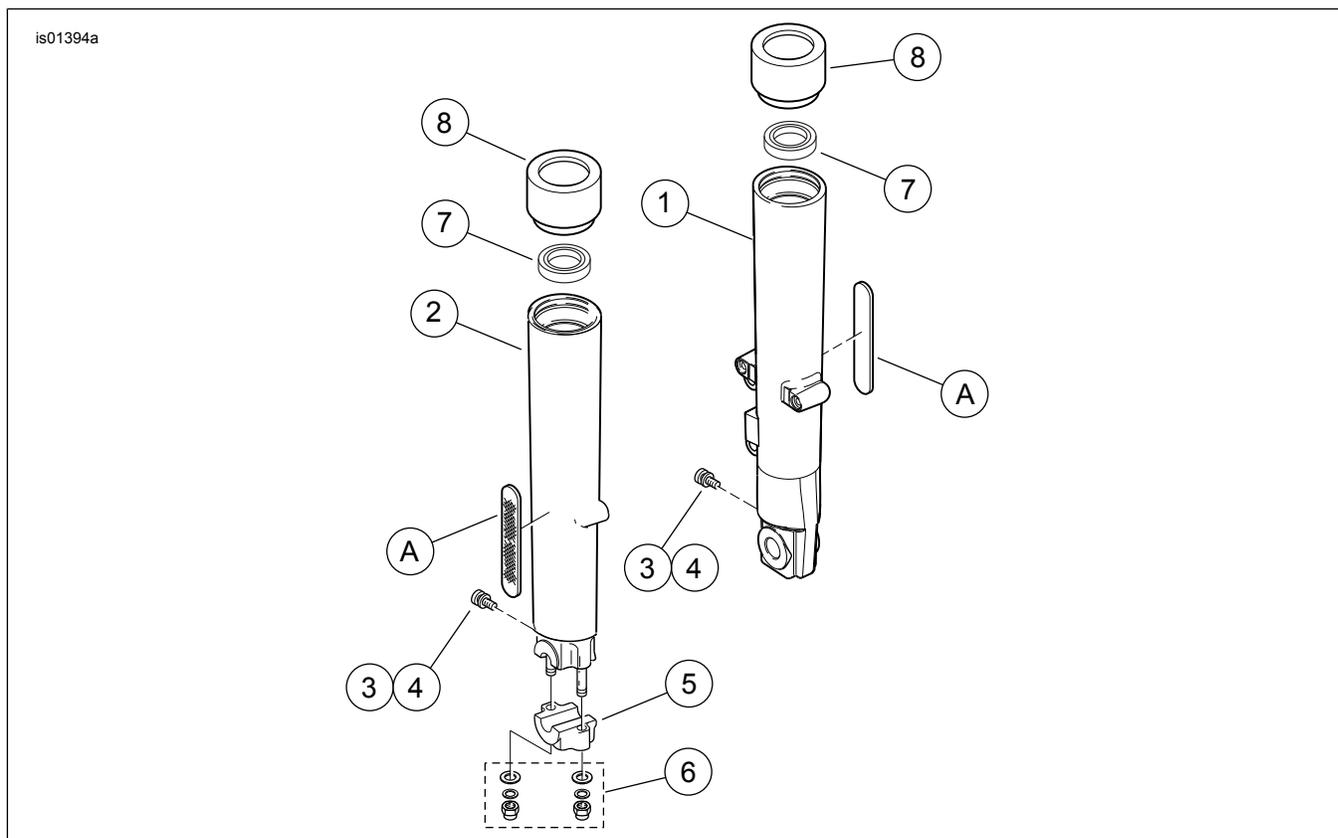

Figura 3. Parti di ricambio Foderi cromati della forcella
Vedere Figura 3 e Tabella 1.
3. Smontare le canne della forcella secondo le istruzioni del manuale di manutenzione e sostituire i foderi della forcella originali con i foderi cromati (vedere Figura 3, elemento 1 e 2) del kit.
4. Rimontare le canne della forcella sostituendo le guarnizioni di tenuta usurate, boccole e tutte le altre parti supplementari come necessario. Due **nuovi** paraolio per i foderi (7) sono inclusi nel kit.
10. Usando un pezzo di filo interdentale (o materiale simile) con un movimento avanti e indietro, allentare il catarifrangente (Figura 3, A) dal fodero della forcella ad entrambe le estremità. Girare lateralmente il catarifrangente finché non è possibile staccarlo dal fodero della forcella. Conservare il catarifrangente per montarlo sul **nuovo** fodero. Ripetere il procedimento sul lato opposto del fodero della forcella.